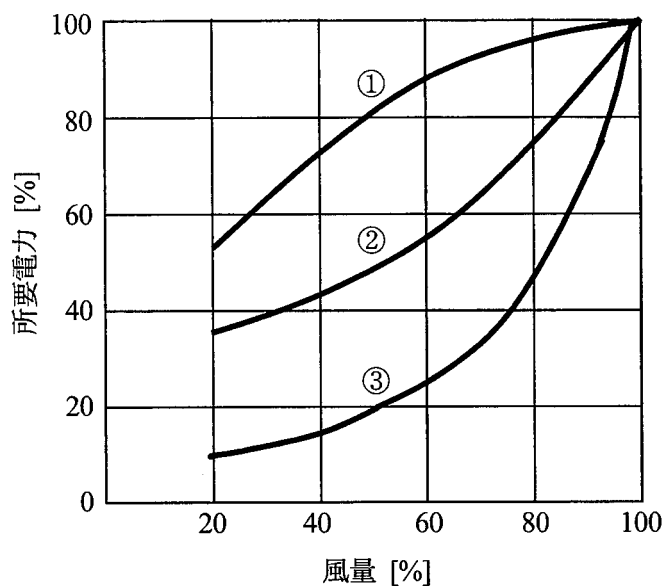

図1 送風機の風量制御特性
(2) 図1は送風機の風量制御方式のうちの吸込みベーン制御、吹出しダンパ制御、回転速度(周波数)制御の制御特性を示したものである。ここで、①の曲線は 制御、②の曲線は 制御、③の曲線は 制御の特性を示している。